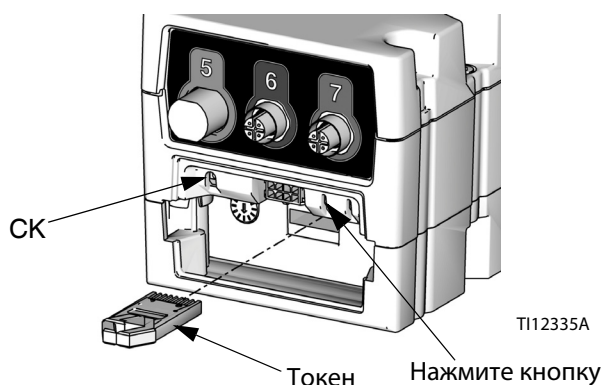

Рис.51: Вставка токена
4. Нажмите и удерживайте кнопку, указанную на Рис.51, примерно в течение одной секунды, а затем отпустите. Красный свет индикатора (СК) будет мигать, пока новое программное обеспечение не будет загружено полностью.